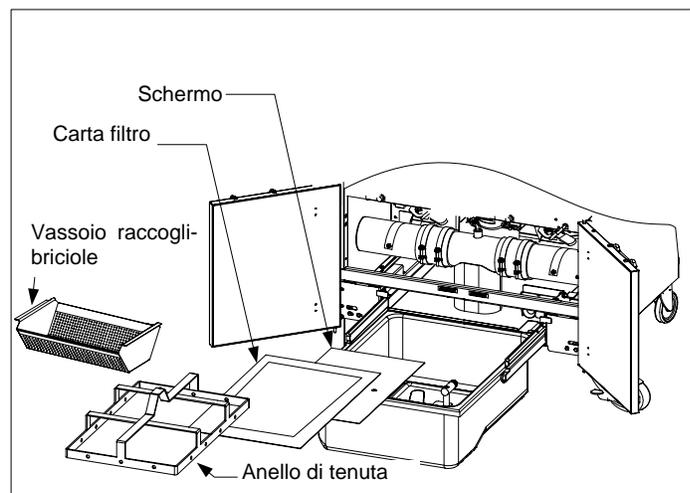

Figura 1
(Figura 1) Pulire tutti i componenti metallici con una soluzione di detergente per uso generale e acqua calda, quindi asciugare accuratamente.
4. Reinstallare il vassoio raccogli-briciole sulla parte anteriore della bacinella. (Figura 1)